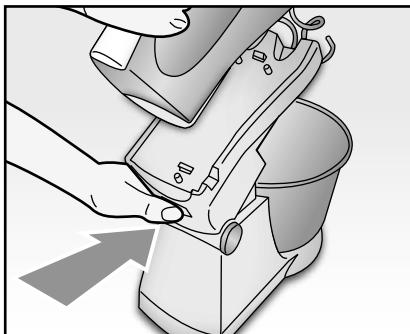

Fig. 8
- Nel caso si desiderasse aggiungere ulteriori ingredienti al composto o cambiare il tipo di fruste, è necessario spegnere l'apparecchio agendo sul relativo pulsante (E), staccare la spina dalla presa di corrente ed alzare il corpo motore come descritto in precedenza.
- Sollevare il braccio del supporto (C) premendo il pulsante di inclinazione braccio (B) e rimuovere il corpo motore completo di fruste agendo sul relativo tasto di sgancio posteriore (I) (Fig. 8).
- Estarre le fruste come descritto in precedenza e rimuovere la ciotola (A).